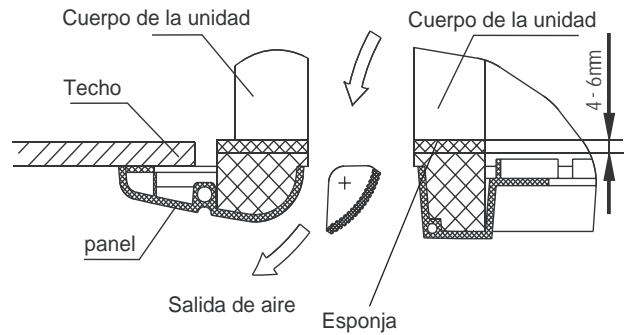

Fig.27
4. Ajuste los cuatro pernos para mantener horizontal el panel, cierre los pernos hasta que el grosor de la esponja entre el cuerpo y el panel haya sido reducida a aproximadamente 4~6mm. (Fig.27)
6. Cierre los pernos debajo de los ganchos del panel, hasta que el grosor de la esponja entre el cuerpo y el panel haya sido reducido a aproximadamente 4~6mm. (Fig.27)